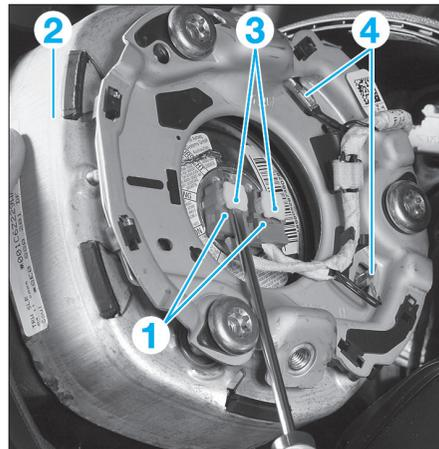

Fig. 2
- Débrancher les connecteurs (1) du module d'airbag (2) en soulevant les clips de verrouillage (3) (Fig.2).